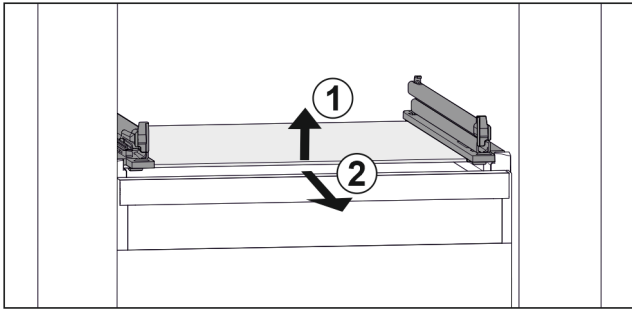

Fig. 45 Eksempel på fremstilling av glassplaten
- ▶ Løft opp glassplaten foran. Fig. 45 (1)
- ▶ Ta ut glassplaten fremover. Fig. 45 (2)